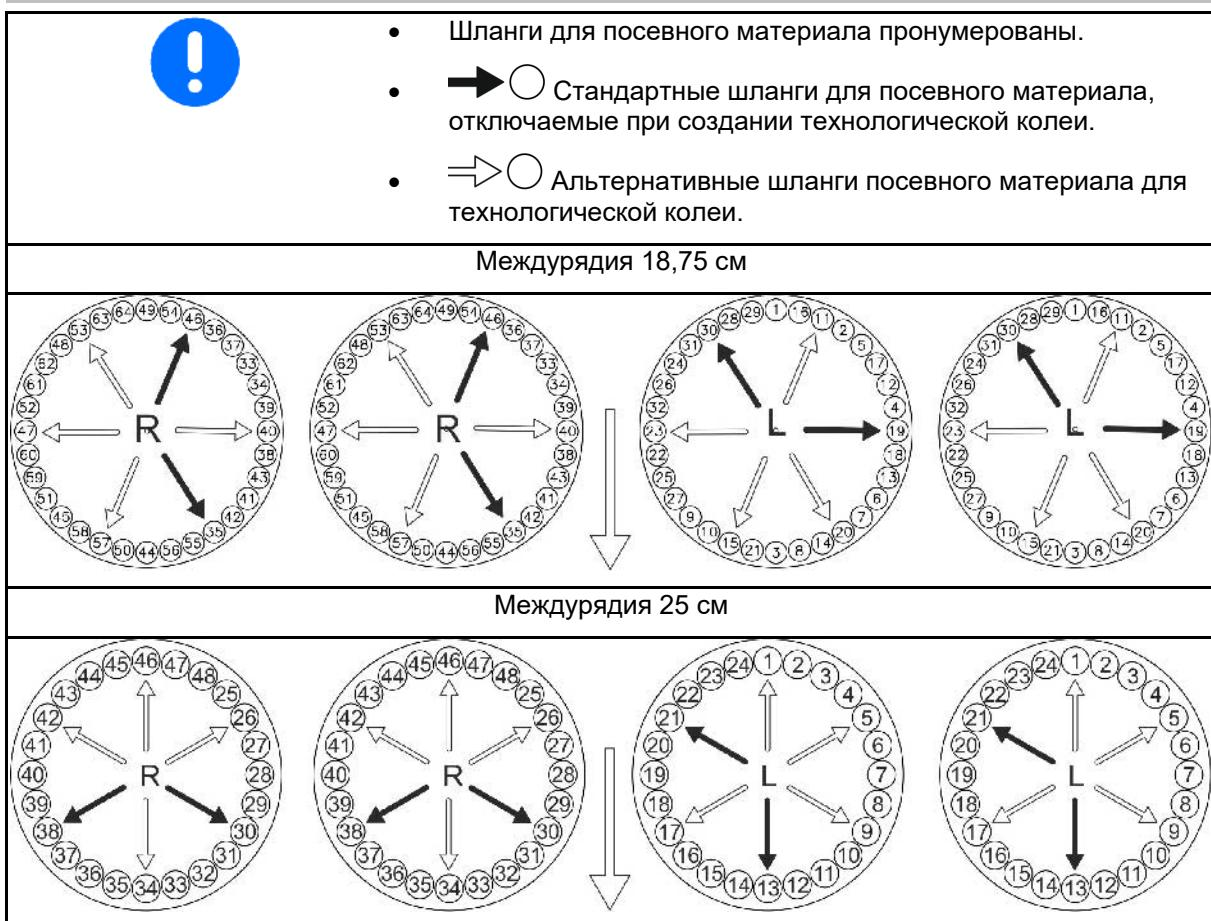

Рис. 128
- Семяпроводы (Рис. 128/1) сошников техколеи должны быть закреплены на тех выпускных отверстиях, которые могут закрываться при помощи заслонок (Рис. 128/2).
Для создания двух колей в распределительной головке может закрываться следующее количество заслонок на одну колею (Рис. 128/2):
- Неиспользуемые заслонки (Рис. 128/2) деактивизируйте.